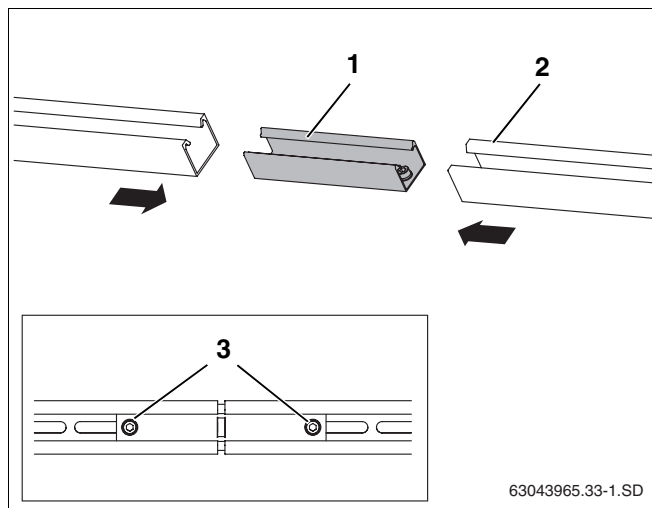

Fig. 31 Relier les rails profilés
- Glisser le connecteur (fig. 31, **pos. 1**) dans les deux rails profilés jusqu'à la butée (fig. 31, **pos. 2**).
- Pour l'arrêt, serrer les deux chevilles filetées M10 (fig. 31, **pos. 3**) dans le connecteur avec la clé plate SW5.